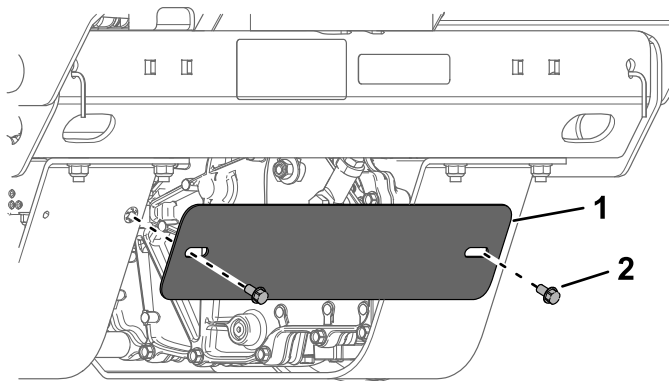

Figure 63
4. Retirez les 2 boulons et le panneau de protection (Figure 63).
9. Reposez le panneau de protection (Figure 63).